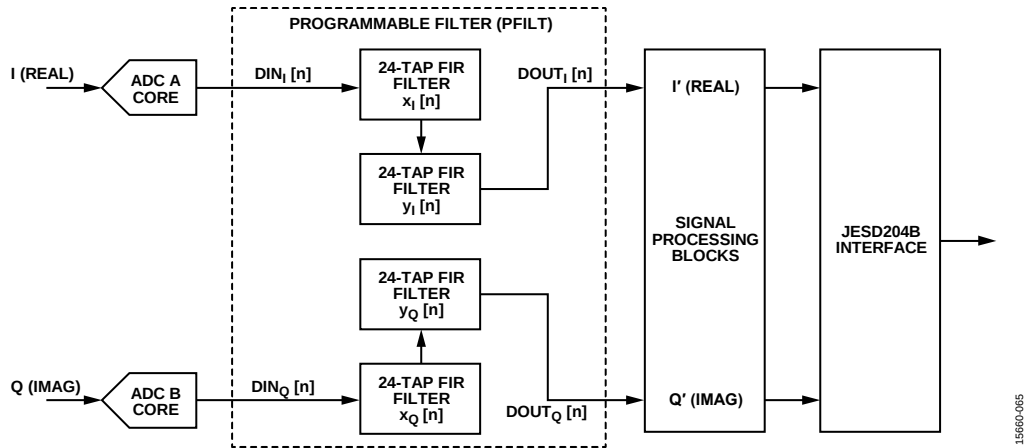

図 94. 24 タップ実数フィルタ 2 個の直列接続構成
- 各 I/Q チャンネル用に直列接続した 24 タップ実数フィルタ 2 個のセット（図 94 参照）